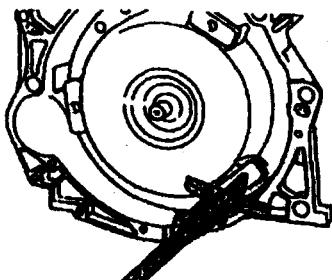

图 2-4 用深度尺测量安装距离
- (1) 应更换密封件、衬垫、自锁螺母及有规定拧紧力矩的螺栓。
- (2) 检查发动机与变速器对中定位套筒是否在发动机气缸体内，如果是将中间板压到定位套筒上。
- (3) 装配自动变速器的车型，曲轴内不得安装滚针轴承。
- (4) 必须用规定的螺母紧固变矩器和驱动盘。安装发动机前，旋转变矩器和驱动盘，使一个孔及一个螺栓与起动机上的小孔处于同一水平高度，然后检查 ATF (自动变速器油) 油位。若已正确安装变矩器，则变矩器螺柱底部的接触面与变矩器钟形壳体上的接合面间距离约为 23mm (01N 型自动变速器)，测量如图 2-4 所示。若变矩器未完全插入 (该距离约为 11mm)，而将变速器连接到发动机上，将严重损坏变矩器驱动盘或